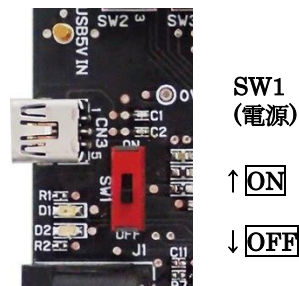

図 7
- ① EM7000に各種EMモジュール及び、又はCDM716xを装着します (3. 参照)
- ② EM7000上のDCジャック (J1) にDC5.0Vを供給します。
- ③ ミニB-USBケーブルでEM7000とパソコンを接続します。
- ④ EM7000上のSW1(電源スイッチ)をONにします。(図7参照)